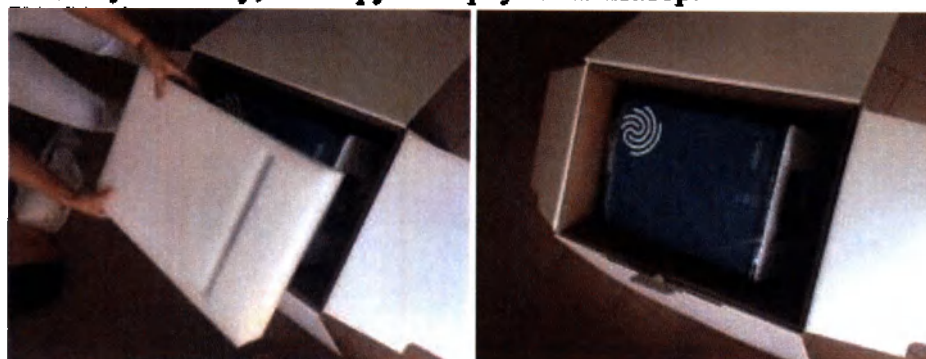

Рисунок 7. Извлечение вспененного материала
2. Удалите блок вспененного материала, закрывающий анализатор (Рисунок 7).